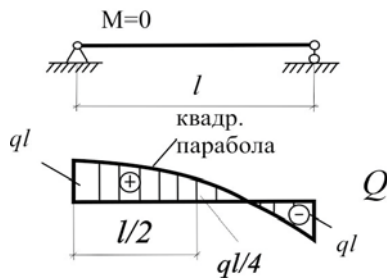

Рис.4.19
4.19. По известной эюре  $Q$  для балки на двух опорах воспроизвести нагрузку и эюру  $M$ , если известно, что распределенная и сосредоточенная моментная нагрузка в пролете отсутствуют, а изгибающий момент на левом конце балки равен нулю (рис.4.19).